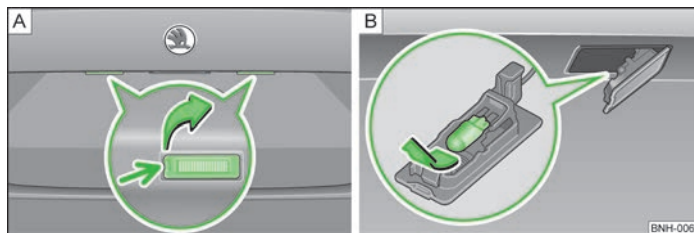

Abb. 132 Kennzeichenleuchte ausbauen / Glühlampe wechseln
- An der mit dem Pfeil gekennzeichneten Stelle » Abb. 132 - einen Schlitzschraubendreher einsetzen, leicht eindrücken und die Feder entriegeln.
- Die defekte Glühlampe aus dem Halter in Pfeilrichtung herausziehen » Abb. 132 - .